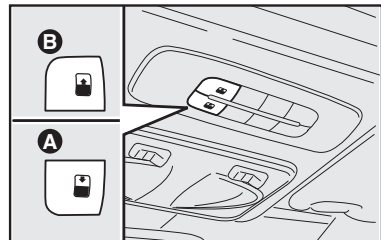

fig. 75
O funcionamento do teto solar apenas ocorre com a chave de ignição na posição **MAR**. Os comandos **A** e **B-fig. 75** próximos da luz interna dianteira comandam as funções de abertura/fechamento do teto solar.
Pressionar o botão **B-fig. 75** e mantê-lo pressionado, o painel de vidro do teto solar ficará na posição “spoiler”. Pressionar novamente o botão **B-fig. 75** e, agindo no comando por mais de meio segundo, se inicia o movimento do vidro do teto, que prossegue automaticamente até o fim de curso. O vidro do teto pode ser bloqueado numa posição intermediária agindo novamente no botão.
A partir da posição de abertura completa, pressionar o botão **A-fig. 75** e, atuando no botão por mais de meio segundo, o vidro dianteiro do teto ficará automaticamente na posição “spoiler”. Pressionar novamente o botão **A-fig. 75** e mantê-lo pressionado até o
- pressionar o botão **A-fig. 75** para fazer com que o teto, a impulsos, se feche totalmente;